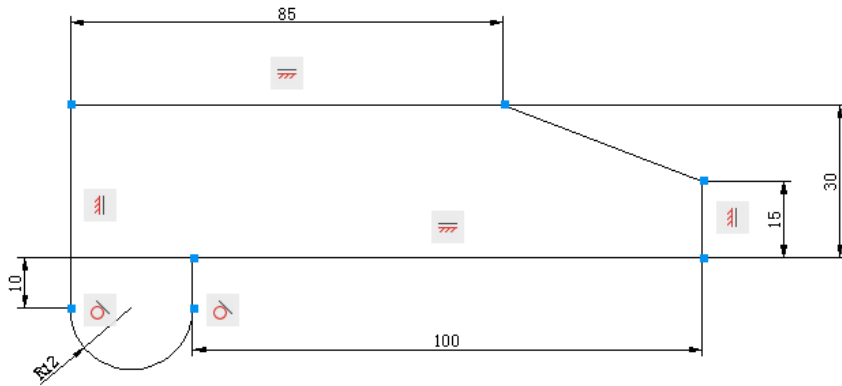

图 15.5.1 练习
5. 用本章所学的参数化设计的内容，绘制图 15.5.1 所示的草图。